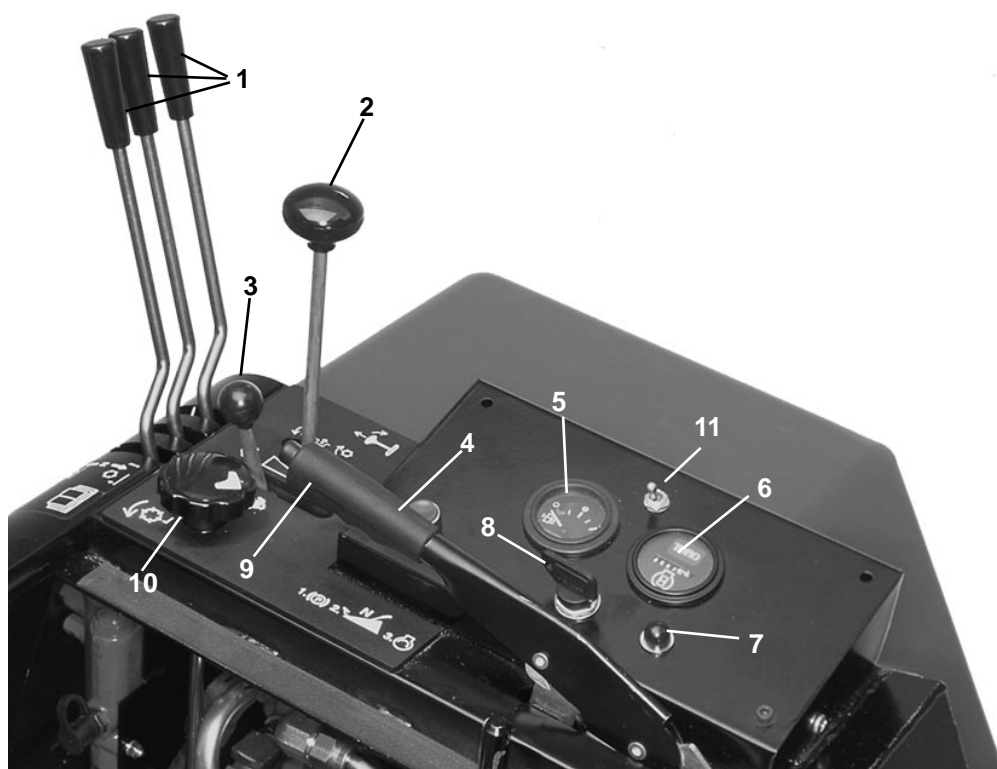
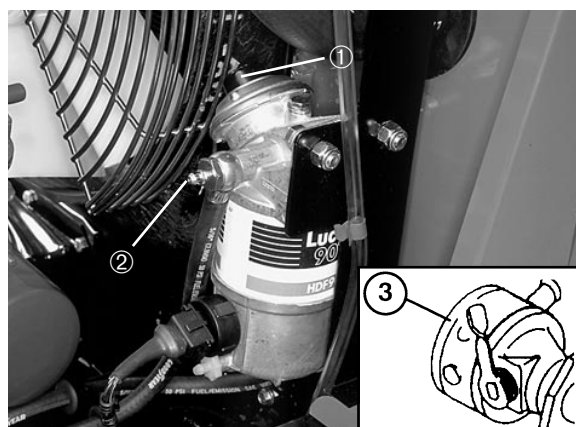

Bild 12
Fig. 13
Klippeenhetens løftekontroller (fig. 12)—De to ytterhendlene løfter og senker de to ytre klippeenhetene. Midterste hendel løfter og senker de to fremre og den midterste klippeenheten. Motoren må gå for å senke klippeenhetene. Når klippeenhetene er løftet stopper
Motorens omstøtningsbryter (fig. 12)—Når knappen trykkes inn kan motoren fremdeles gå etter at den er blitt for varm og automatisk er blitt stoppet av det elektriske systemet. Må kun brukes i korte perioder.
Drivstoffmåler (fig. 12)—Viser hvor mye drivstoff det er på tanken.
Skillebrytere (fig. 12)—Hovedskillebryteren (40 ampere) beskytter motorens viktigste elektriske kretser og utstyr, f.eks. hovedlys. Hjelpeskillebryteren (10 ampere) beskytter ledningene til varsellampene og bryterne. Trykk inn knappen for å tilbake stille skillebryterne.
Timemåler (fig. 12)—Viser antall timer klipperen har gått ialt. NB: streker som går rundt i det lille vinduet til venstre for måleren viser at den er virksom.
Motorens forvarmingsindikator (fig. 12)—Lys kraftig når glødepluggene er tilstrekkelig oppvarmet.
Tenningsnøkkel (fig. 12)—Nøkkelen har tre stillinger: AV, PÅ og START. Drei nøkkelen til START og slipp den når motoren begynner å gå. Drei nøkkelen til AV for å stoppe motoren.
Parkeringsbremseshendel (fig. 12)—Trekk hendelen opp for å sette bremsen på. Trekk hendelen litt opp, trykk inn knappen og slipp hendelen for å frigjøre bremsen. Bremsen må være på for å starte motoren. Du må alltid sette parkeringsbremsen på før du forlater setet.
Klipp/omslipingshendel (fig. 12)—Skyv hendelen frem for å koble inn klippeenhetene. Sett hendelen i midtstilling for å stoppe klippeenhetene. Løft hendelen forbi stopp og hold den i bakerste stilling for å omslipes klippeenhetene.
Sylindrens hastighetskontroll (fig. 12)—Drei knappen med urviserne for å øke hastigheten, mot urviserne for å senke hastigheten. Brukes sammen med hastighetsbegrenseren for å få ønsket klippehastighet.
Gasspådrag (fig. 12)—Skyv kontrollen fremover for å øke motorens hastighet, tilbake for å senke hastigheten.
Bryter for 4-hjulstrekk (fig. 12)—(kun modeller med 4-hjulstrekk). Før bryteren frem for å koble 4-hjulstrekket inn, og tilbake igjen for å koble det ut.
1. Sett deg på setet, men uten å ha foten på kjørepedalen. Parkeringsbremsen skal være på (fig. 12). Kjørepedalen og klippe/omslipingspedalen må være i nøytral.
3. Løsne drivstoffilterets lufteskruen noen få omdreininger (fig. 12). Pump med primerstampelet (fig. 13) til en jevn strøm drivstoff tyter ut av hullet i lufteskruen. Når drivstoffet ikke lenger skummer trekker du skruen til under et ned-slag med stampelet. Tørk opp sølt drivstoff.
Varselsystem—Hvis en varsellampe begynner å lyse mens du klipper, må du stoppe klipperen øyeblikkelig og rette på feilen før du fortsetter. Alvorlig skade kan inntreffe hvis du bruker klipperen mens den er skadet. Du kan imidlertid bruke motorens omstøtningsknapp i kort tid (fig. 12) for å bruke motoren hvis den har stoppet på grunn av at den ble for varm.
Start motoren og sett gasspådraget i stilling HURTIG slik at motoren går med maks. turtall. Sett klippe/omslipingshendelen i stilling KLIPPING (fig. 12), og sylindrene vil dreie. Ta håndbremsen av. For å kjøre fremover og klippe trykkes kjørepedalen frem (fig. 20). Behold kjørepedalkontakten med hastighetsbegrenseren for å sikre konsekvent klipping og klippekvalitet.